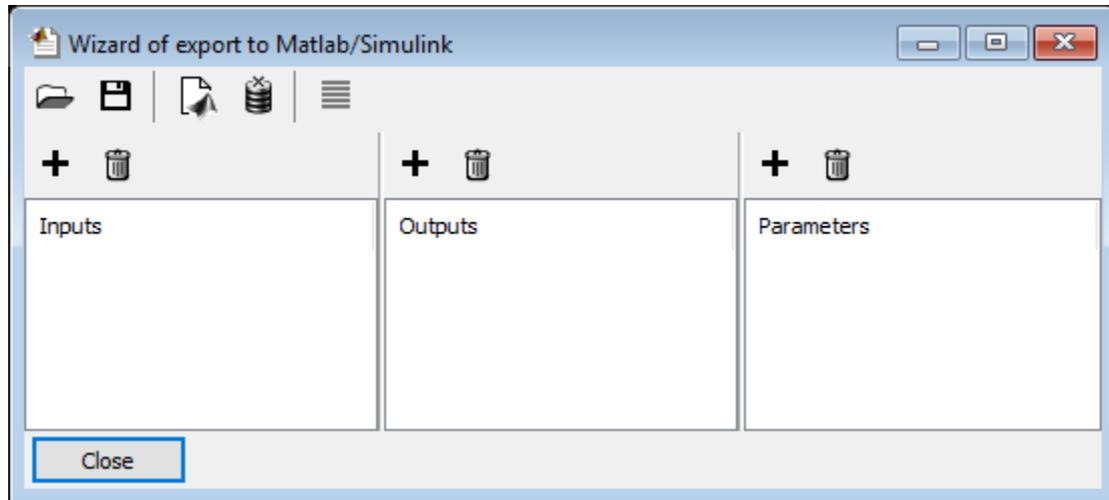

图 4.3 UM 输出向导窗口
1. 在图 4.3 界面 **Inputs** 框点击按钮 **+**，弹出模型参数窗口。
1. 在图 4.3 界面 **Outputs** 框点击按钮 $+$ ，添加一个输出信号。
- 在图 4.3 界面点击按钮 ，弹出警告信息，提示参数列表为空，点击 **Yes**，忽略即可。